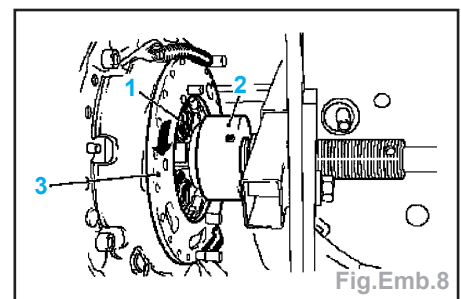

Fig.Emb.8
- Placer **KM-6263-30** (5) avec le mandrin de centrage **KM-6263-22** dans **KM-6263** et le disque d'embrayage.
- Contraindre le plateau de pression (Fig.Emb.8) :
- amener la pièce de pression (2) de **KM-6263** sur les languettes élastiques